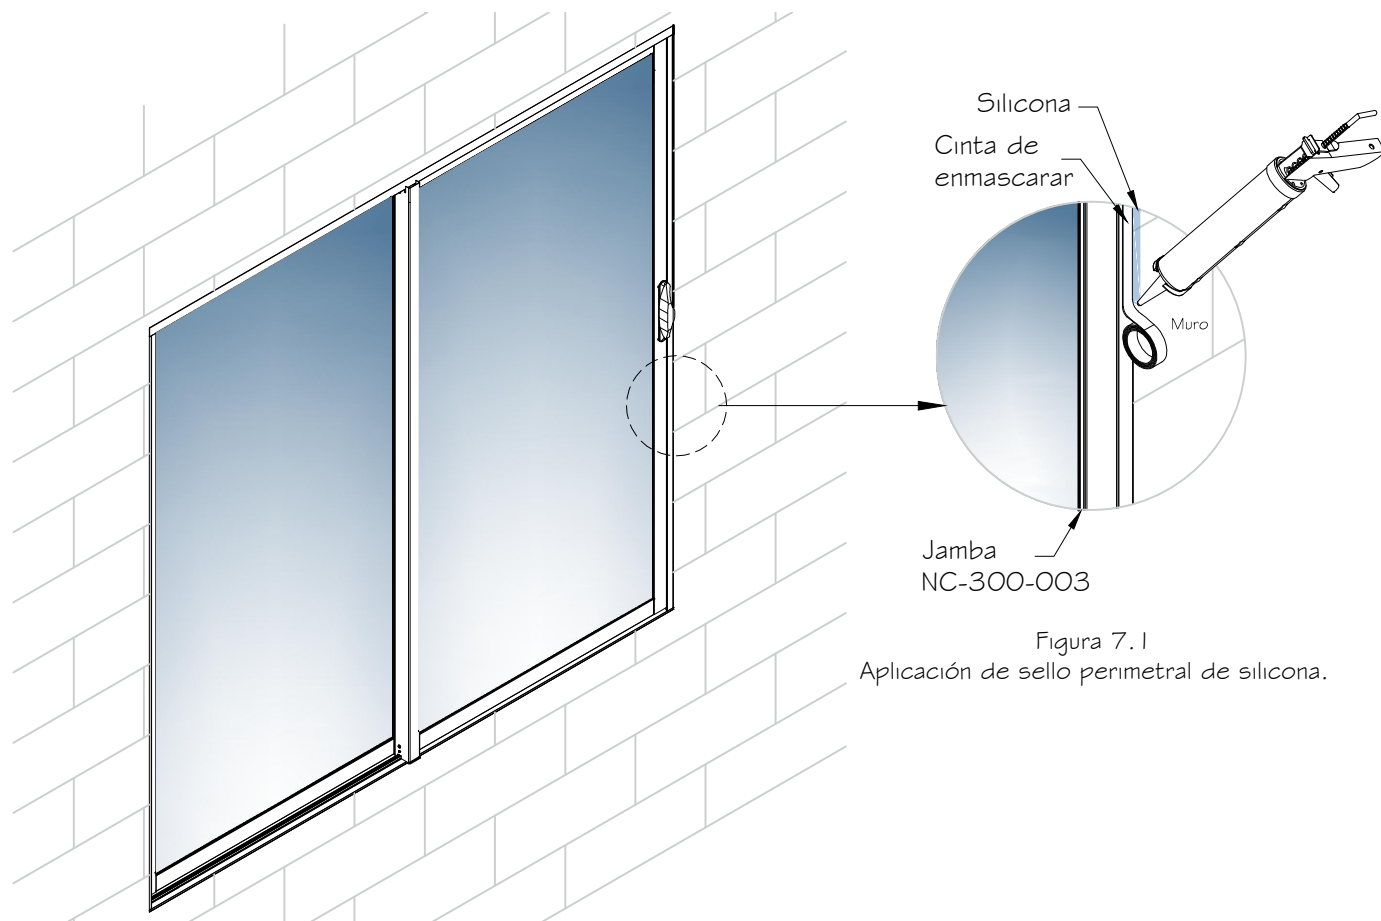

Figura 7.1
2. Aplique el sello perimetral de silicona. Este se realiza únicamente en la parte exterior para evitar filtraciones de agua o aire, y debe tener como mínimo 6mm de contacto con la superficie de cada lado, utilice cinta de enmascarar para asegurar que el sello cumpla con estas dimensiones. (Ver figura 7.1)